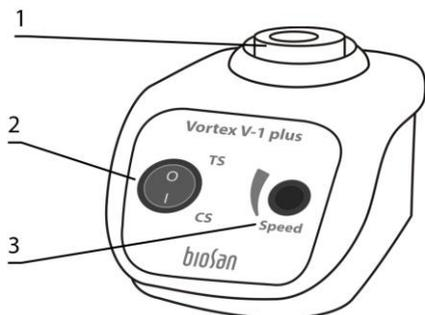

Рисунок 1. V-1 plus, вид спереди
5.1.2. Мягко удерживая верхнюю часть пробирки, прижмите её к головке вортекса (рис. 1/1). При вращении ротора, контролируйте интенсивность перемешивания, изменяя давление на пробирку.
5.1.3.1 Переведите переключатель (рис. 1/2) в положение **CS**.
5.1.3.2 Ручкой **Speed** (рис. 1/3) установите желаемую скорость перемешивания.
5.1.4.2 Ручкой **Speed** (рис. 1/3) установите желаемую скорость перемешивания.
5.1.4.3 Надавите пробиркой на головку (рис. 1/1) и держите для вортексирования. При поднятии пробирки ротор останавливается.